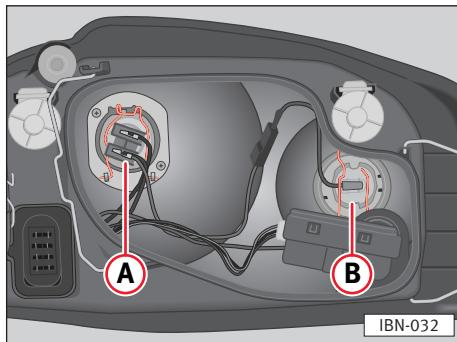

Fig. 149
- Extraer el enchufe del cable de la lámpara ⇒ **fig. 149 B**.
- Colocar la tapa de plástico y colocar los tirantes **②**.